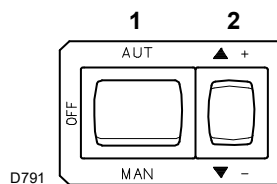
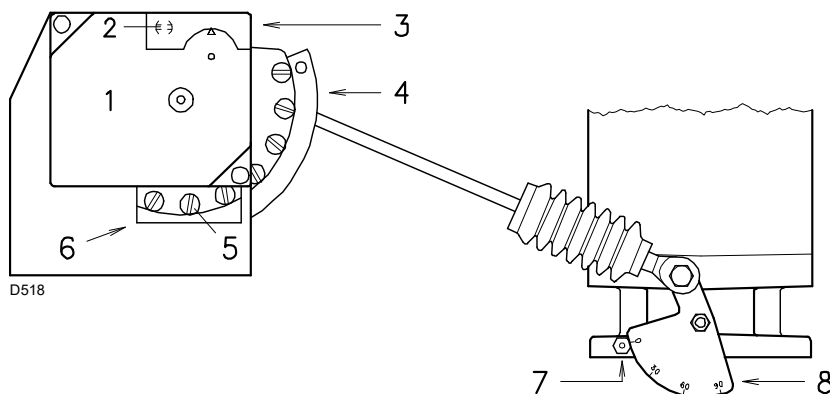
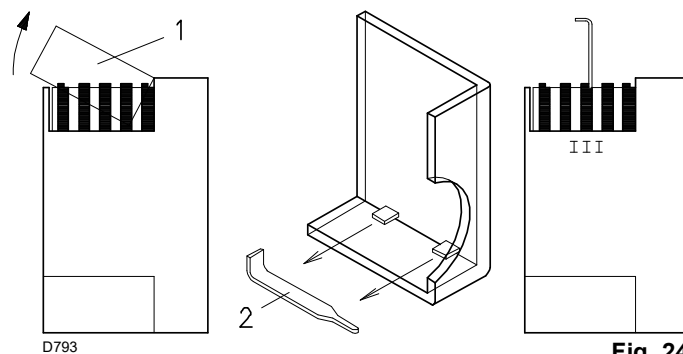

Fig. 22
Fig. 23
Fig. 24
Luk fjernbetjeningerne og stil afbryderen 1)(Fig. 22) i positionen "MAN".
Tryk herefter på knap 2)(Fig. 22) "øgning af effekten" og hold den nedtrykket, indtil servomotoren har åbnet luftspjældet og gas-spjældet ved 90°.
Juster trinvis knastens endeprofil 4)(Fig. 23) vha. knastens skruer, der fremkommer i åbningen 6)(Fig. 23).
Tegnforklaring (Fig. 23)
Tryk på knappen 2)(Fig. 22 på side 24) "sænkning af effekt" og hold den nedtrykket, indtil servomotoren har lukket luftspjældet og gasspjældet ved 20° (fabriksindstilling).
- Hvis det skal sænkes, skal vinklen på knast III (Fig. 24) reduceres lidt efter lidt med små forskydninger, så vinklen bringes fra 20° til 18° - 16°....
- Hvis det skal øges, skal man trykke en smule på knappen "øgning af effekten" 2)(Fig. 22 på side 24) (åbning af gasspjældet med 10-15°), og øge vinklen på knast III (Fig. 24) med små forskydninger efter hinanden, så man bringer vinklen fra 20° til 22° - 24°....
Ved eventuelt behov for regulering af knast III, skal man fjerne dækslet 1), der er fasthægtet (Fig. 24), trække kilen 2) ud fra innersiden og sætte den ind i indskæringen på knasten III.
Juster startprofilen på knasten 4)(Fig. 23) progressivt vha. skruerne til knasten, der fremkommer i åbningen 6)(Fig. 23).
Tryk let på knappen 2)(Fig. 22 på side 24) "øgning af effekt", så en nye skrue 5)(Fig. 23) fremkommer i åbningen 6)(Fig. 23); regulér så forbrændingen bliver optimal.
Sluk brænderen vha. afbryderen 1)(Fig. 22 på side 24), position OFF, frigør knasten med variabel profil, så indskæringen stilles lodret 2)(Fig. 23) fra servomotoren.